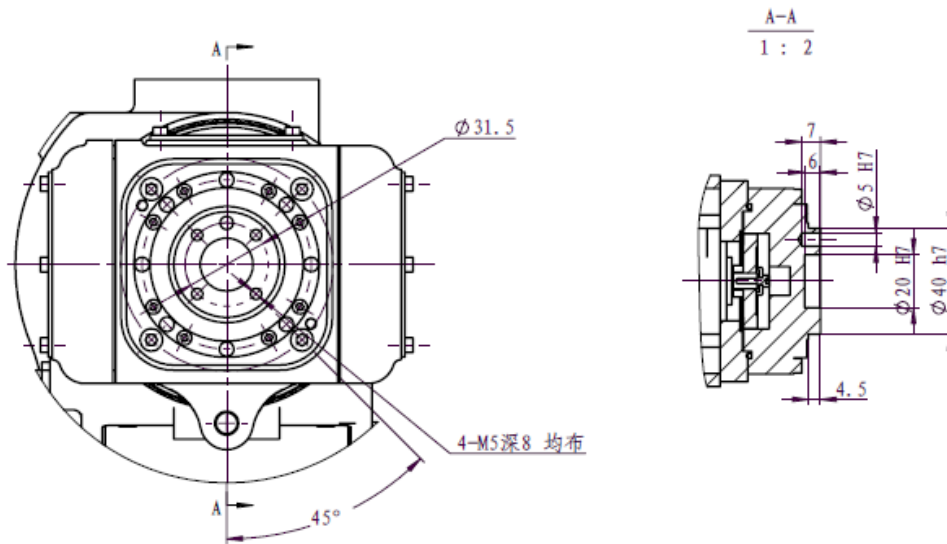
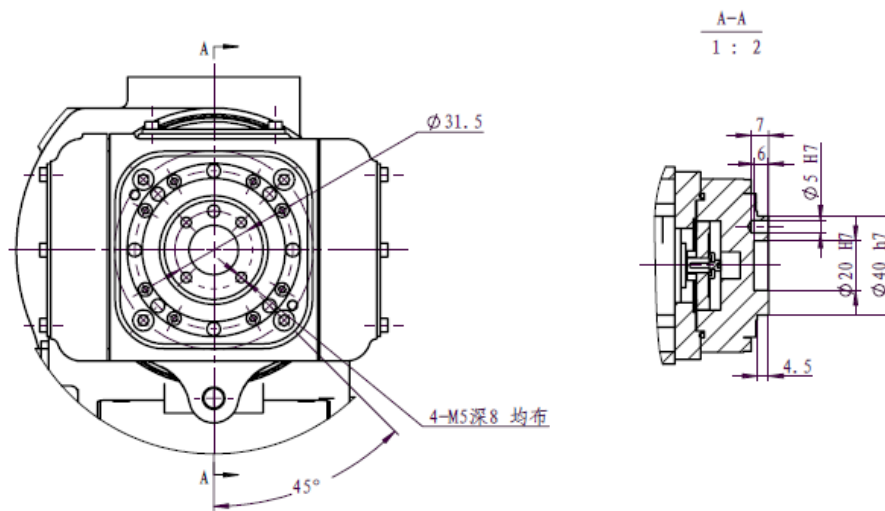

图 3.12 SA1400 工具法兰安装尺寸图
图 3.13 SA1800 工具法兰安装尺寸图
4、SA1400 工具法兰安装尺寸如图 3.12 所示；SA1800 工具法兰安装尺寸如图 3.13 所示。